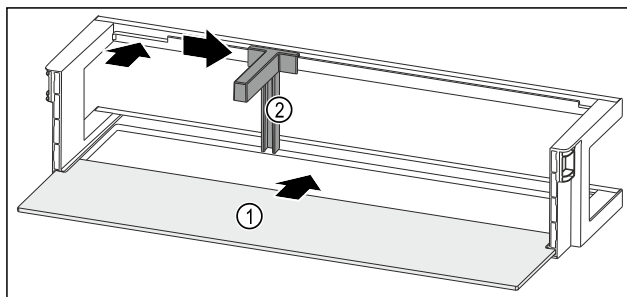

Fig. 96 Dveřní přihrádka s odkládací plochou
- Odkládací plochu Fig. 96 (1) zasuňte do bočních vybrání.
- Držák lahví Fig. 96 (2) vložte do vybrání.
- Držák lahví Fig. 96 (2) posuňte na stranu do požadované polohy.